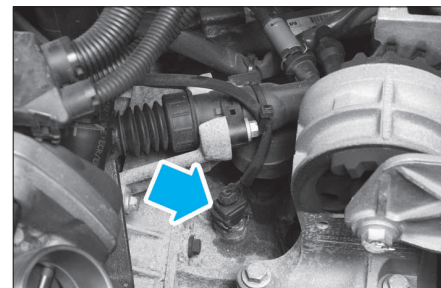

FIG. 6
• Mettre le cylindre récepteur (2) de côté sans ouvrir le circuit hydraulique.
- le connecteur du contacteur des feux de recul (Fig.6).